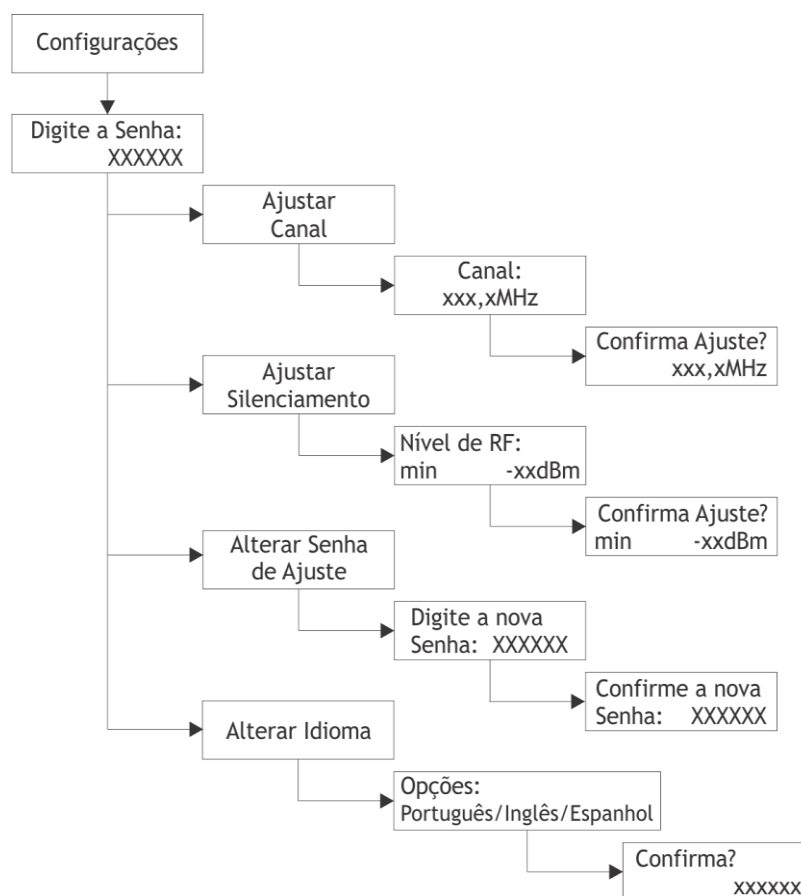

Figura 8: Diagrama dos Submenus do Menu Configurações
Nos submenus mostrados na **Figura 8**, é possível realizar todas as configurações de operação do equipamento, sendo que as configurações serão armazenadas independentemente. Por se tratar de configurações que alteram o modo de operação do mesmo, este submenu é protegido por senha (vide **item 3.2.4.1** para maiores detalhes).